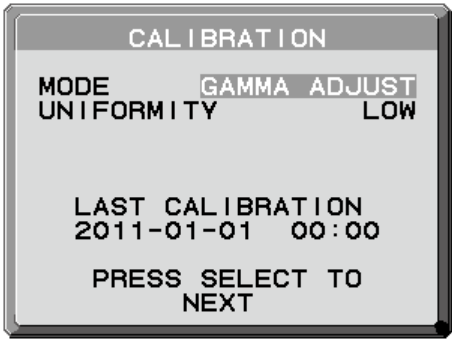

图 1
2. 在 MODE 选择中选择 GAMMA ADJUST（伽马调整）（图 1）。